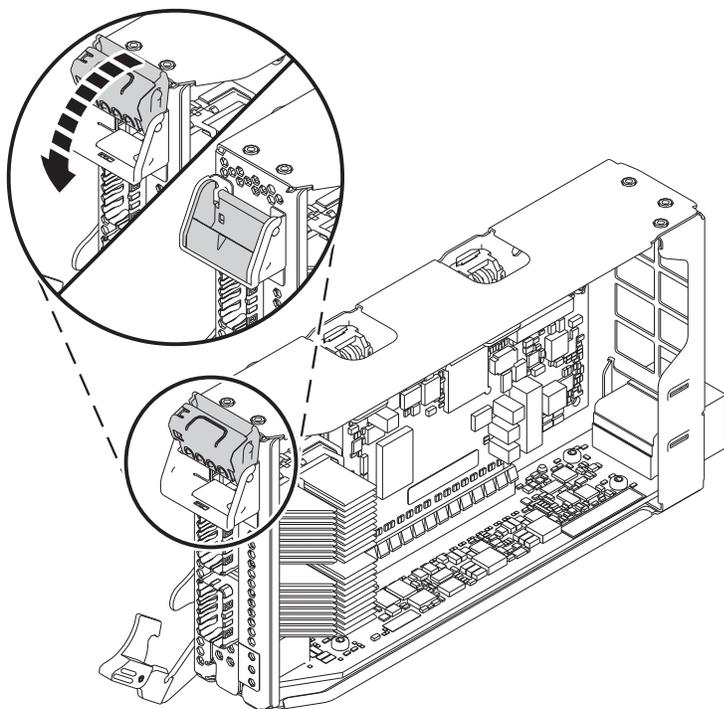

Figura 42. Colocar um adaptador de baixo perfil com metade do comprimento na cassete adaptador PCIe
- c. Para bloquear o adaptador no local, rode o trinco do contraponto como é mostrado na Figura 42 na página 43.